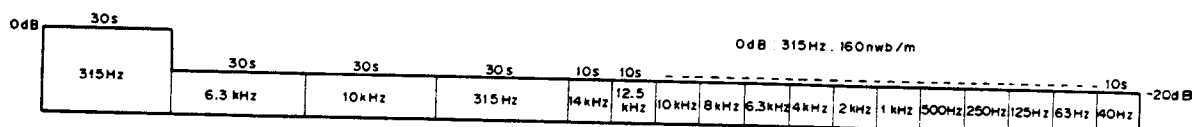

Fig. 7-3 Bande test STD-331B
- STD-331B: Réglage de la lecture (se reporter à la Fig. 7-3)